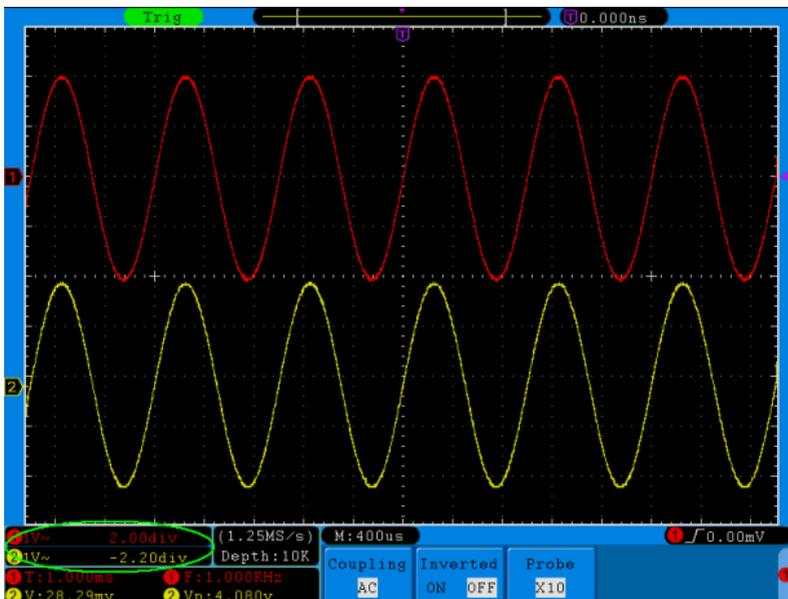

Рисунок 5.10. Информация о положении осциллограммы по вертикали
3. Когда положение осциллограммы по вертикали изменяется, измененная величина смещения для данного канала отображается в левом нижнем углу дисплея (см. рисунок 5.10).